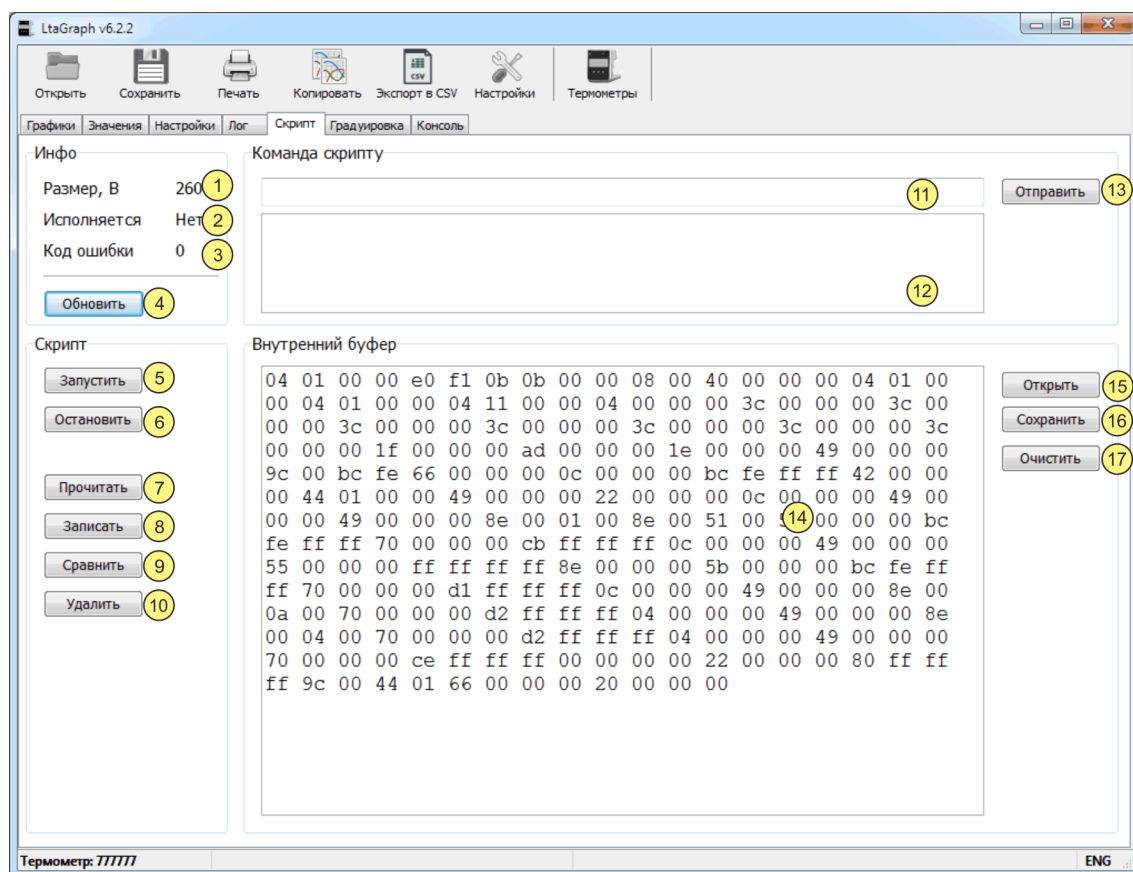

Рисунок 2 — Управление скриптом из программы LtaGraph
1.6.4 Подключите термометр к компьютеру, включите его и запустите программу "LTA Utility". Перейдите на вкладку "Скрипт" (см. рисунок 2), нажмите кнопку 15 "Открыть" и укажите файл `test.amx`. Файл будет загружен во внутренний буфер программы. Нажмите кнопку 8 "Записать" и подтвердите действие. Код скрипта будет записан в память термометра.